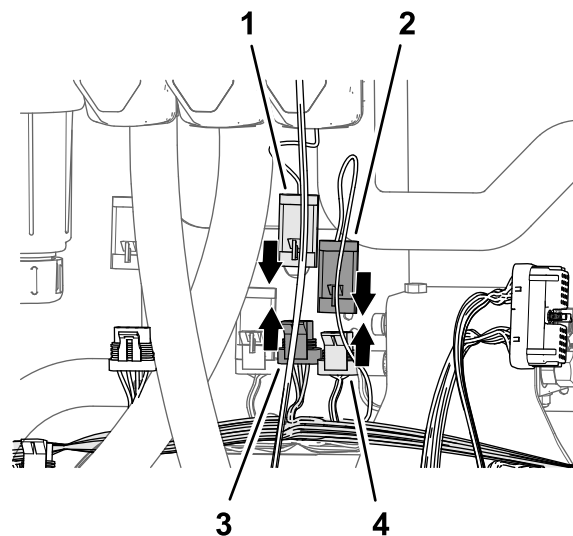

Figura 88
- Collegate il connettore a 3 pin della diramazione di 89 cm del cablaggio preassemblato del kit indicato come VALVOLA PRINCIPALE al connettore a 3 prese del cablaggio preassemblato della macchina indicato come VALVOLA DI IRRORAZIONE PRINCIPALE (Figura 88).
a 3 prese della diramazione di 89 cm del cablaggio preassemblato del kit indicato come VALVOLA PRINCIPALE (Figura 88).